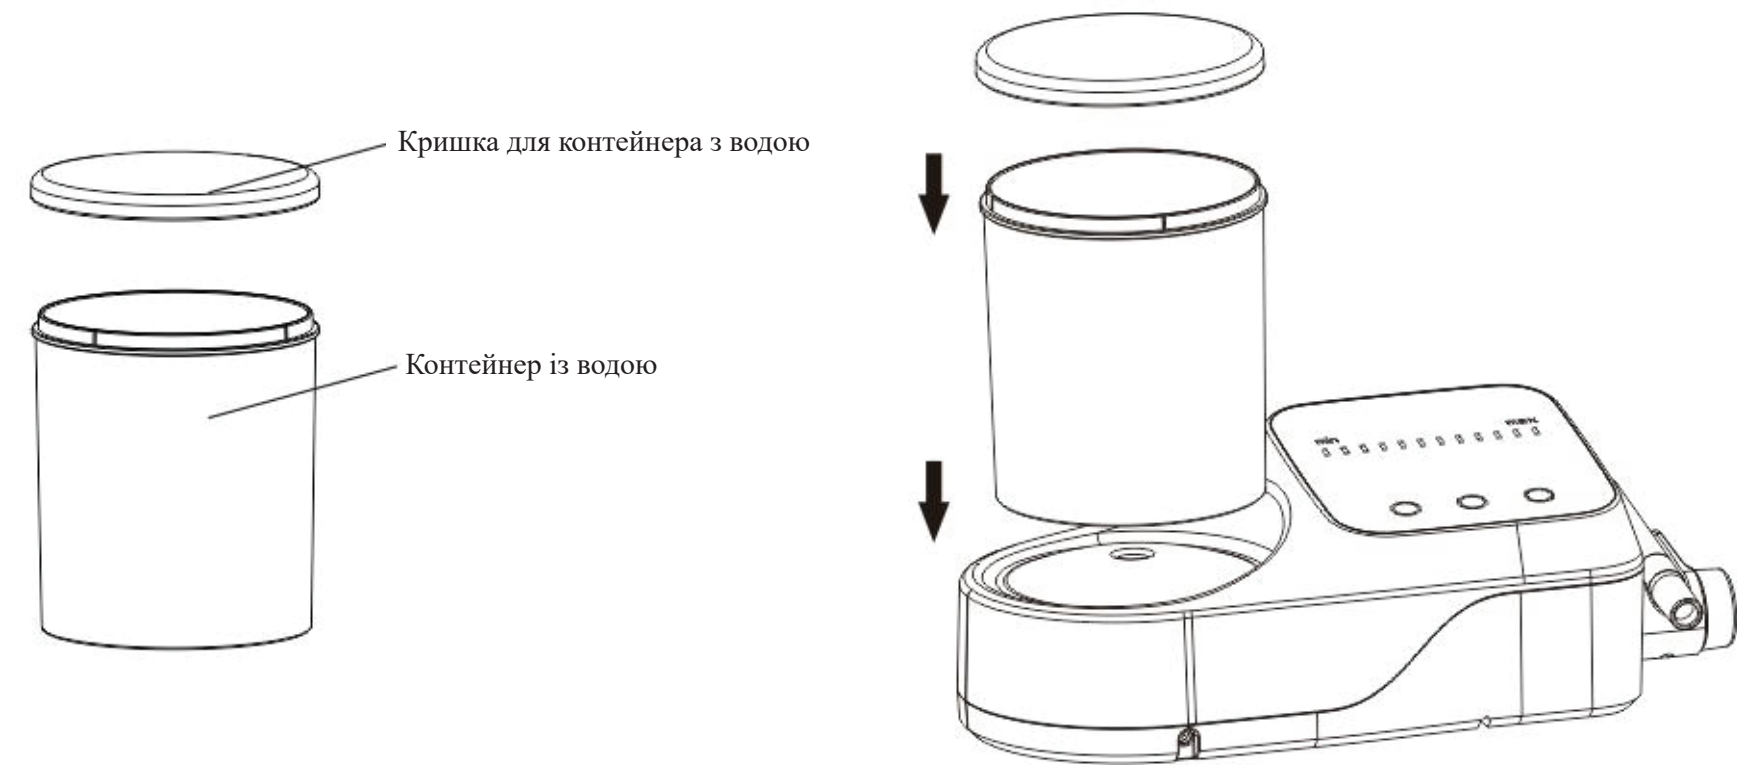

Рисунок 4
- (1) Після розпакування перевірте всі складові частини виробу відповідно до пакувального листа. Дістаньте виріб із коробки, потім покладіть його на стійку рівну поверхню.
- (2) Поверніть регулятор об'єму води на максимум, як показано на рисунку 1 (див. пункт 3.5.1 [Примітка 1]).
- (3) Установіть батарейки в бездротовий ножний перемикач або під'єднайте роз'єм дротового ножного перемикача до розетки (див. рисунки 3 та 7).
- (4) Відкрийте контейнер із водою, налейте в нього необхідну кількість очищеної води, потім закрийте кришку й установіть контейнер із водою на місце (див. рисунок 4).